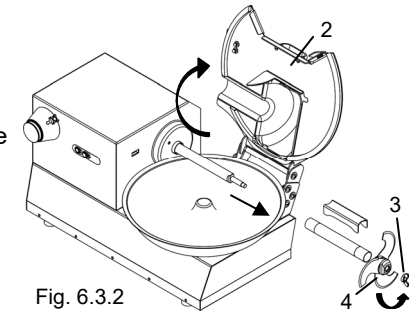

Fig. 6.3.2
- Alzare il coperchio "2" Fig. 6.3.2.
- Svitare il dado ad alette di bloccaggio del mozzo portacoltelli "3" Fig. 6.3.2.
- Sfilare il mozzo portacoltelli "4" Fig. 6.3.2 dall'albero.
- Sfilare dalla sede il coperchio "2" Fig. 6.3.2 fino a rimuoverlo.
N.B: Per non rischiare di incorrere in infortuni accidentali, rimuovere il coperchio solamente dopo aver sfilato dall'albero il mozzo portacoltelli "4" Fig. 6.3.2.